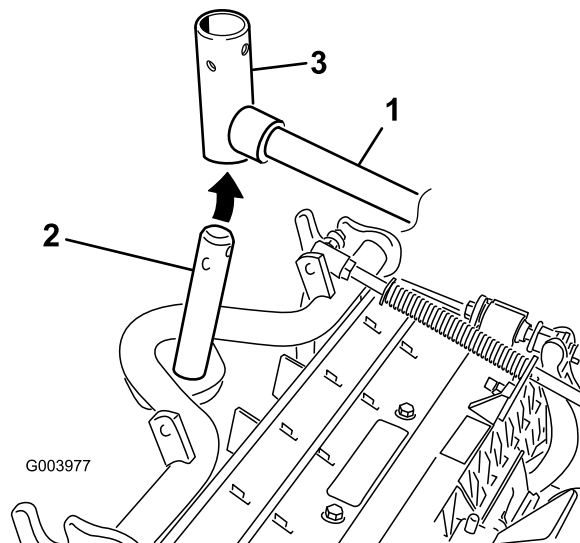

Рисунок 11
8. У передних режущих блоков: задвиньте режущий блок под подъемный рычаг, вставляя при этом ось несущей рамы в находящуюся над ней поворотную втулку подъемного рычага (Рисунок 11).
В. Вставьте втулку подъемного рычага в ось несущей рамы (Рисунок 11).